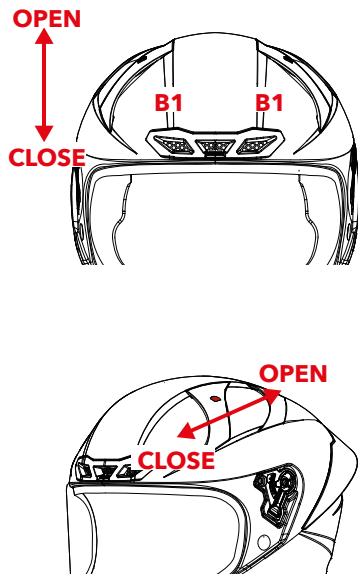

FIGURE 6
ENTRÉE D'AIR FRONTALE – B1 – Figure 6
- Figure 6 : déplacer le curseur vers le haut pour ouvrir les prises d'air / Déplacer le curseur vers le bas pour fermer les prises d'air.